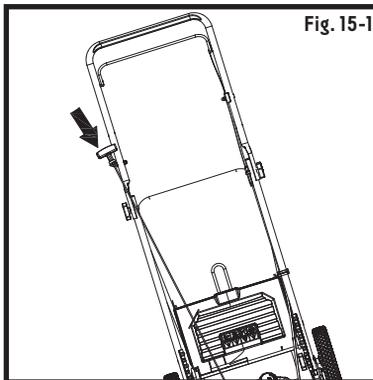

Fig. 15-1
3. Tirez la poignée du démarreur environ 4 à 6 po (10 à 15 cm) jusqu'à ce que vous sentiez une résistance, puis démarrez le moteur en tirant fort (voir figure 15-1).